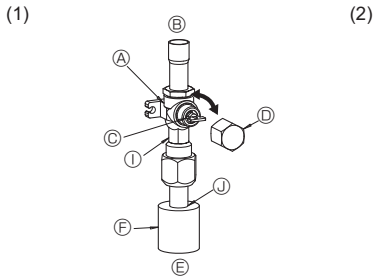
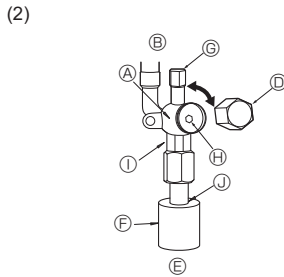

Fig. 4-6
Fig. 4-7
- (1) Для газа (Fig. 4-6)
- ① Снимите колпачок, потяните ручку на себя и поверните на 1/4 оборота против часовой стрелки для открытия.
- ② Убедитесь в том, что запорный кран полностью открыт, надавите на ручку и поверните колпачок в первоначальное положение.
- (2) Для жидкости (Fig. 4-7)
- ① Снимите колпачок и поверните шток золотника против часовой стрелки до упора, используя для этой цели 4 мм шестиугольный гаечный ключ. Прекратите поворачивать шток в момент, когда тот достигнет стопора. (Ø9,52: Приблизительно 10 оборотов)